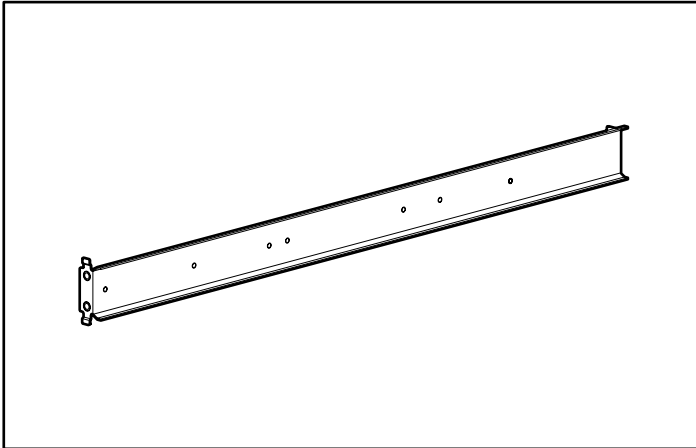
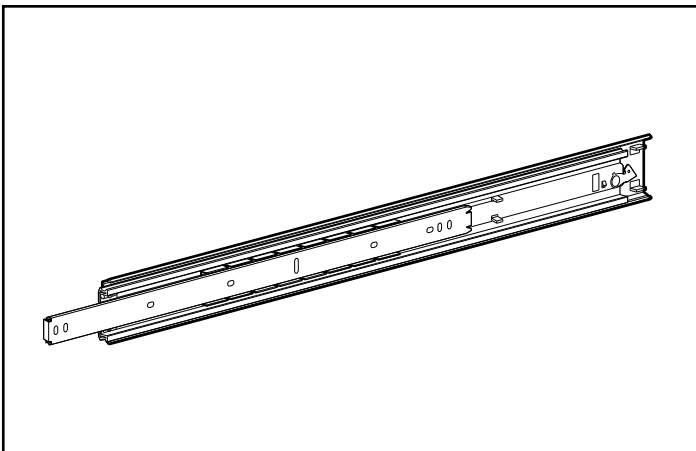

Abbildung 3-1: Schienenmontageträger
Abbildung 3-2: Einschubschiene-Baugruppe (äußere Trägerschiene und innere Komponentenschiene)
- ein Paar 22-Zoll-Einschubschienen-Baugruppen, von denen jede aus einer Trägerschiene und einer Komponentenschiene besteht. Die Trägerschienen werden an den Rack-Montagetägern angebracht (siehe Abbildung 3-1), die Komponentenschienen am Gehäuse (siehe Abbildung 3-2)